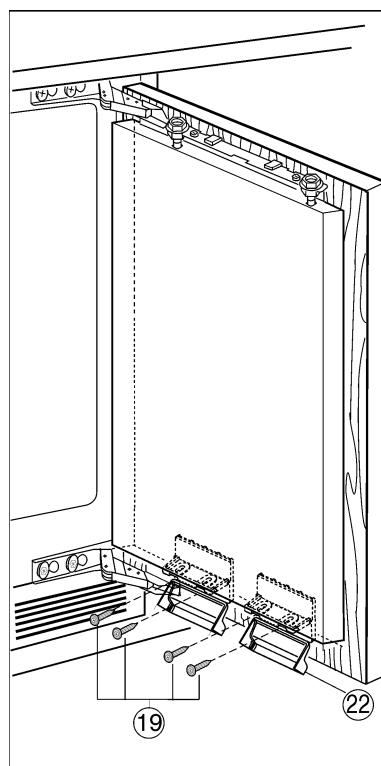

Fig. 17
- ▶ De kleppen van de bevestigingshoek Fig. 17 (22) naar beneden klappen.
- ▶ Deur van het apparaat met schroeven Fig. 17 (19) door de bevestigingshoek Fig. 17 (22) op de kastdeur vastschroeven.